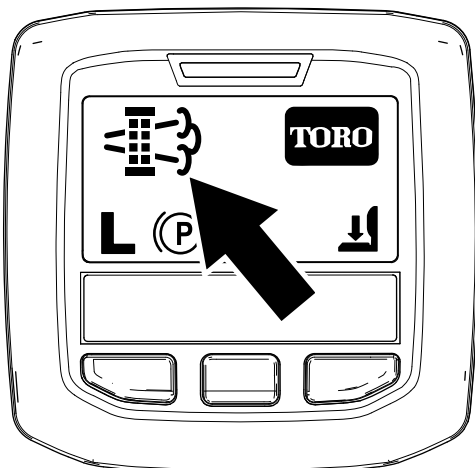

Figura 42
- Cuando la computadora del motor solicita una regeneración estacionaria o de recuperación, aparece el icono de solicitud de regeneración (Figura 42) en el InfoCenter.